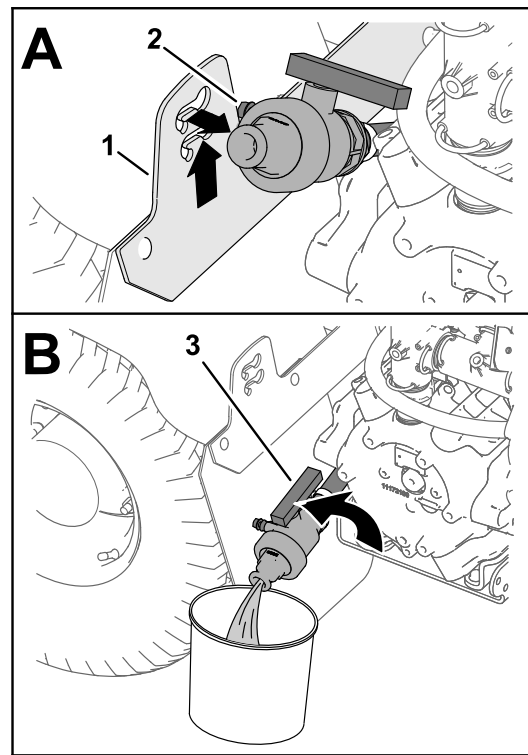

Figura 87
3. Levante la válvula hasta que los espárragos de montaje de la válvula salgan de las ranuras del soporte de la válvula de vaciado, y mueva la válvula hacia atrás (Figura 87, A).
4. Alinee el extremo de la válvula con el recipiente de vaciado y gire la palanca de la válvula a la posición de abierto (Figura 87, B).
5. Cuando el depósito se haya vaciado por completo, gire la maneta de la válvula de vaciado a la posición de cerrado y monte la válvula en el soporte de la válvula de vaciado (Figura 87, B y Figura 87, A).